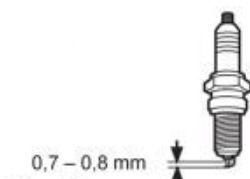

Fig. 79
6. Controllare la distanza tra gli elettrodi della candela. Dovrebbe essere compresa tra 0,7 e 0,8 mm (Fig. 79).